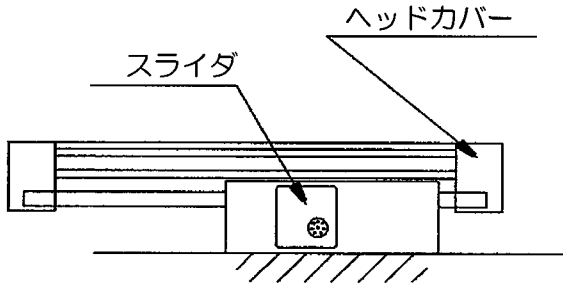
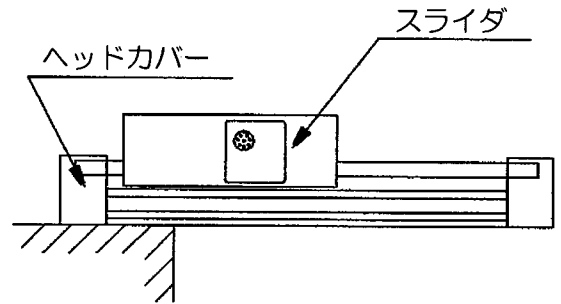

図1 スライダでの取付 (×)
図2 片持ちでの取付 (×)
- ① シリンダの取付相手面の平面度を 0.1 以下にしてください。平面度が十分確保できない場合は、シム調整などにて、全工程をスライダ（移動台）が最低作動圧 0.1 [MPa]にてスムーズに作動するように取付を行ってください。
- ② 本体の取付は、両端のカバー部で行ってください。スライダ（移動子）での取付（図1参照）は行わないでください。軸受に過大な負荷がかかる事になり、作動不良の原因となります。また片持ちでの取付（図2参照）では使用できません。チューブがたわむ事になり作動不良の原因となります。